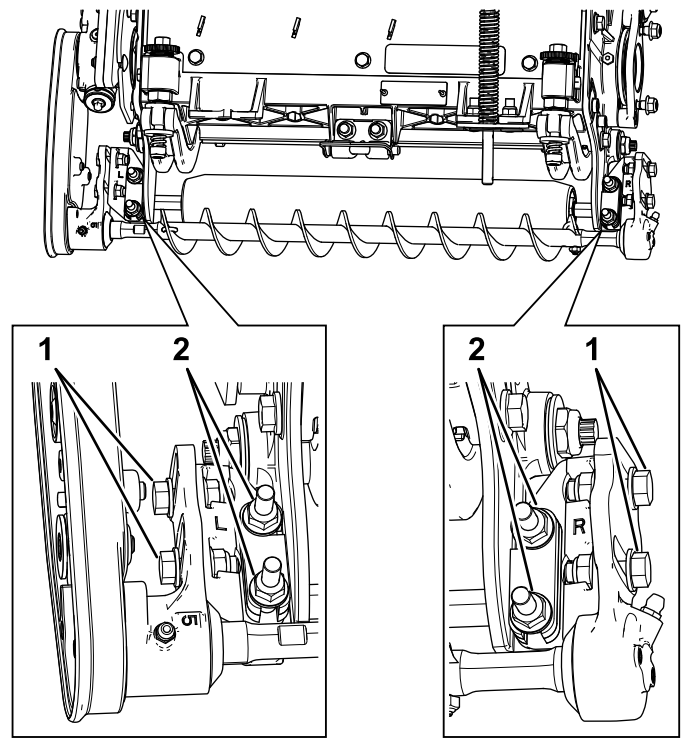

图 9
- 松开将滚筒刷安装支架固定到滚刀组侧板上的 2 个凸缘锁紧螺母图 9。
- 旋转滚筒刷轴承座直到滚筒刷侧板与滚刀组侧板保持平行图 9。
- 拧紧将滚筒刷安装支架固定到滚刀组侧板上的 2 个凸缘锁紧螺母图 9。
- 松开将每个滚筒刷轴承座固定到滚筒刷安装支架上的 2 个螺栓图 9。